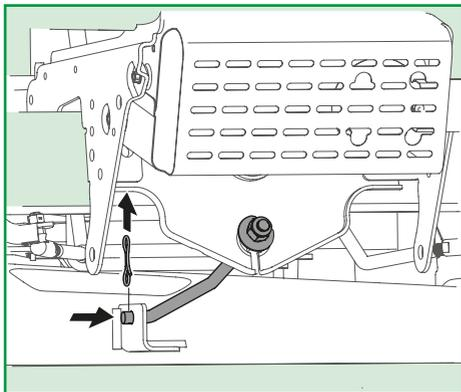

Figura 23
- Remova as presilhas que seguram a plataforma da haste estabilizadora. Cuidadosamente deslize a plataforma para frente, fazendo com que os ganchos da plataforma se soltem da barra estabilizadora, conforme Figura 23;
7. Cuidadosamente, ajuste a plataforma deslizando-a para que os ganchos da plataforma encaixem na mesma e fixe com as presilhas, conforme Figura 23;